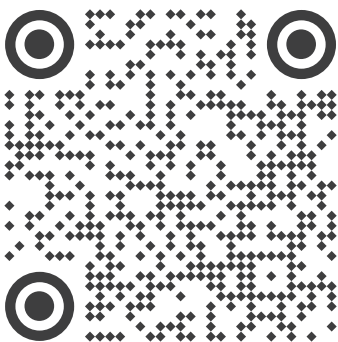

Рис. 1. Руководство пользователя контроллера и приложение для настройки
3.2. Установите нужную величину тока при помощи контроллера NFC (рекомендуется использовать контроллер FEIG CPR30+) и приложения Arlight Configurator для смартфона под управлением Android или для ПК. Воспользуйтесь QR-кодом [рис. 1] для скачивания приложения Arlight Configurator и ознакомления с руководством пользователя.